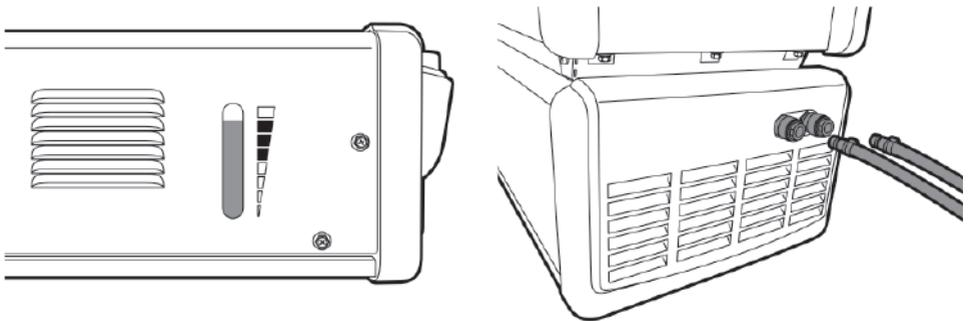

Рис. 8.3.1. Подключение магистрали жидкостного охлаждения.
2. Подключите рукава с б/р соединителями согласно цветовой схеме (см. рис. 8.3.1).